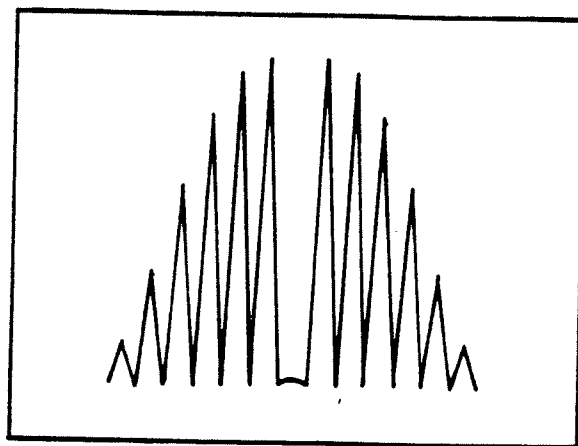

Bild 1. Besselnull
- 3.3.6.2 Anslut en spektrumanalysator till utgången IF OUT på modemhyllans högra sida. Kontrollera spektrum runt 35 MHz. Om spektrumanalysatorn visar att Besselnull, se bild 1, föreligger, fortsätt med avsnitt 3.3.6.4.